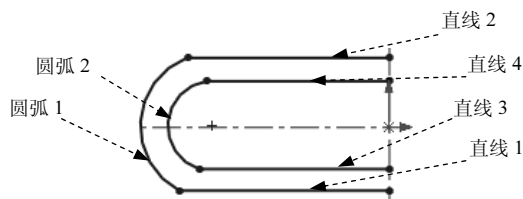
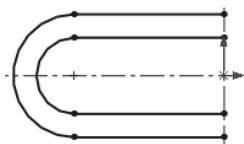

图 8.5 添加合并约束
图 8.6 添加重合与相切约束
添加几何关系 区域单击  合并(G) 按钮。完成操作后的图形如图 8.5 所示。
Step 2 按住 Ctrl 键，选择圆弧 1 与水平中心线，系统弹出“属性”对话框，在 添加几何关系 区域单击  重合(O) 按钮。按住 Ctrl 键，选择图 8.5 所示的圆弧 1 与直线 1，系统弹出“属性”对话框，在 添加几何关系 区域单击  相切(A) 按钮。按住 Ctrl 键，选择图 8.5 所示的圆弧 1 与直线 2，系统弹出“属性”对话框，在 添加几何关系 区域单击  相切(A) 按钮。按住 Ctrl 键，选择图 8.5 所示的圆弧 2 与直线 3，系统弹出“属性”对话框，在 添加几何关系 区域单击  相切(A) 按钮。按住 Ctrl 键，选择图 8.5 所示的圆弧 2 与直线 4，系统弹出“属性”对话框，在 添加几何关系 区域单击  相切(A) 按钮。完成操作后的图形如图 8.6 所示。